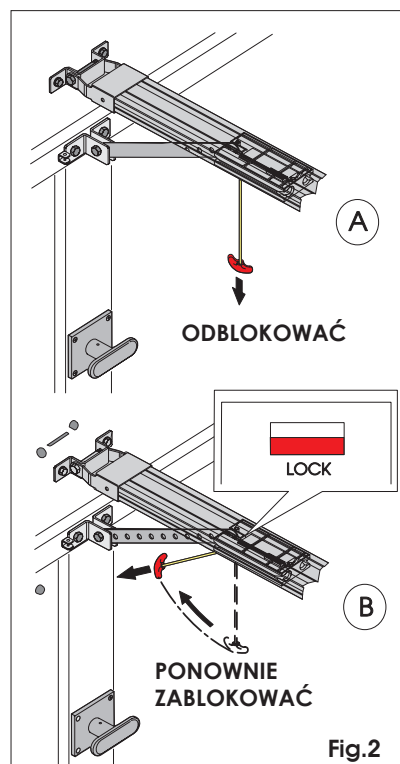

Fig.2
- Odblokować napęd, pociągając dźwignię zwalniającą w dół (Rys. 2 odn. A).
- Ponownie zablokować automatyzację, pociągając uchwyt poziomo (Rys. 2 odn. B) i upewnić się, że po zwolnieniu okienko „LOCK” pod wózkem jest czerwone, potwierdzając prawidłowy reset.